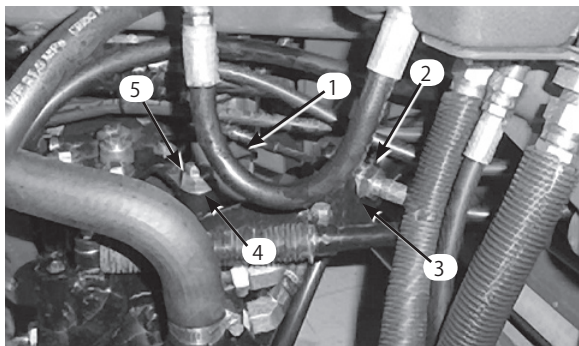

図51
- A 走行ケーブルを油圧トランスミッションのバルクヘッドに取り付けているジャムナット(図51)を両方ともゆるめる。ジャムナットは調整ができるよう十分に、また均等にゆるめること。
注: 偏芯ナットをトランスミッション上部に止めているナット(図51)をゆるめてください。
- C. どちらにも車輪が回らないように偏芯ナットを回して調整する。調整ができれば固定ナットを締める(図51)。スロットルSLOW およびFAST 位置で調整が正しいことを確認する。
- D. バルクヘッドのそれぞれの側から、ロックナットを均等にしめて、ケーブルを固定する(図51)。このときケーブルをねじらないように注意する。